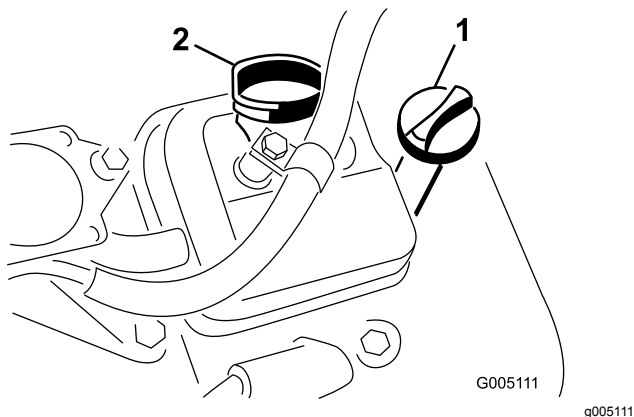

Figure 30
- Remettez la jauge dans le tube et vissez-la dedans (Figure 30).